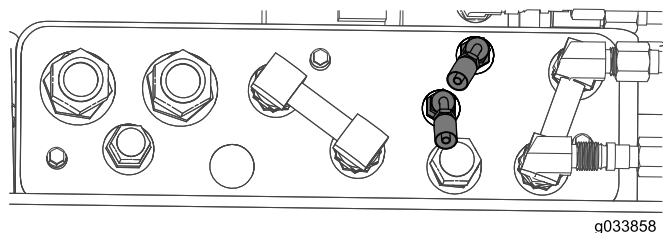

Figure 8
2. Vérifiez que les raccords sur le panneau de la trancheuse sont installés comme illustré à la Figure 8.